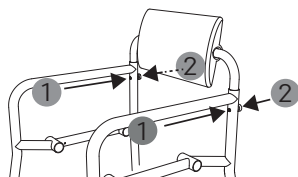

fig. 10
3. Una volta regolata l'altezza desiderata, fissare nuovamente lo schienale con le viti e i dadi zigrinati. Inserire le viti da davanti (1, fig. 10) e stringere i dadi zigrinati sul retro (2, fig. 10).